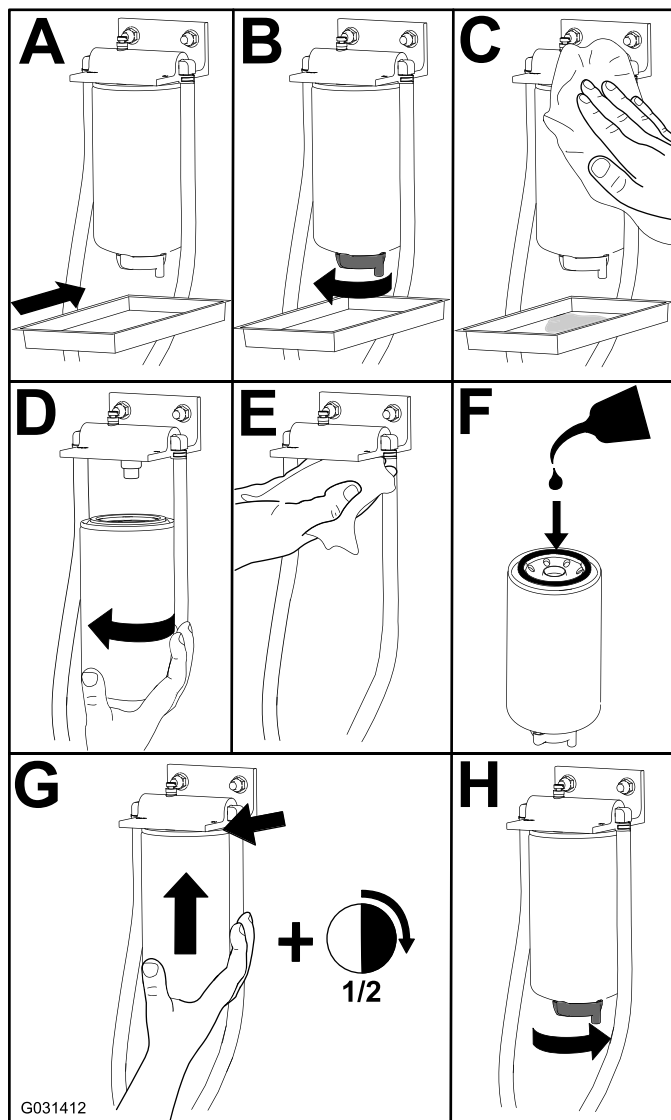

Figure 43
1. Remplacez le filtre comme montré à la Figure 43.